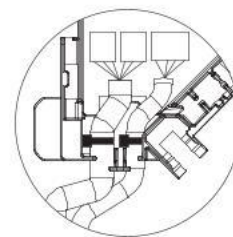

Fig. 10-15
- Zorg ervoor dat de band die de verbindingsbedrading van de i-See-sensor en de signaalontvanger zekert, zich binnen de schakeldoos bevindt. (Fig. 10-15)